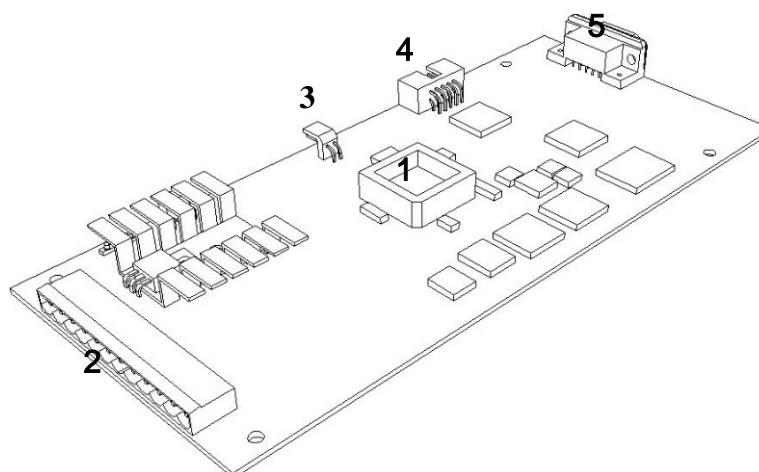

Рис. 2: Плата кодер/декодера
- Цифровой кодер\декодер (Рис. 2)